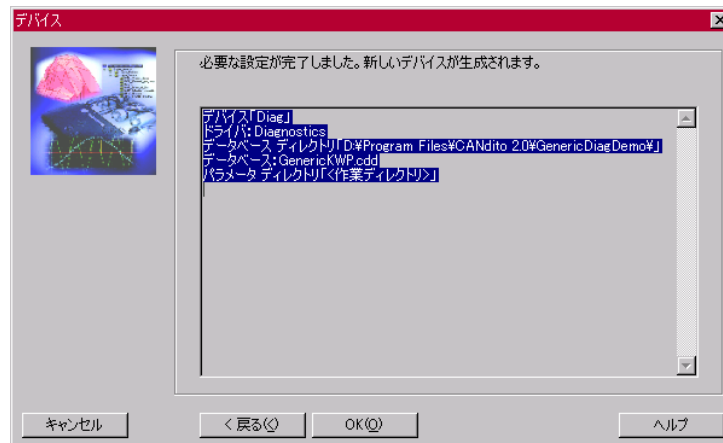

図 11 デバイス設定ダイアログ 5
7) 設定完了の表示 (図 11 デバイス設定ダイアログ 5) がされますので、[OK] ボタンを押します。